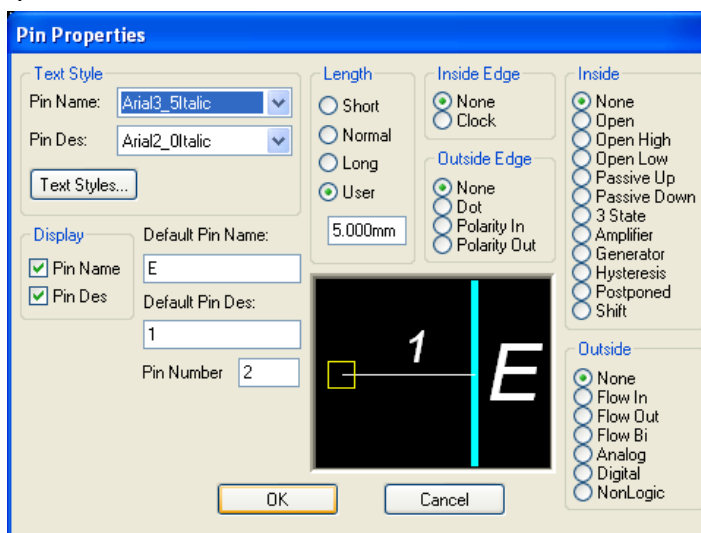

Рис. 4.10 - Установка параметров вывода **E** в диалоговом окне **Pin Properties**.
- Еще раз щелкнуть **ЛК** . Вновь откроется диалоговое окно **Pin Properties**. Теперь в поле **Default Pin Name** ввести имя вывода — **E**, а в поле **Default Pin Des** ввести номер вывода **1**. Нажать кнопку **OK** (рис. 4.10). Установить курсор в точку с координатами **(10; 15)**, щелкнуть **ЛК**, а затем **ПК**.